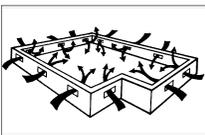

Figura 1
- Los sótanos bajos debe tener un mínimo de 18" (46 cm) desde el suelo a la parte inferior de las vigas. Es necesario cubrir el suelo con una película de polietileno negro de 6-20 mil que actuará como barrera de vapor, con las juntas espaciadas a seis pulgadas (15 cm) y pegadas con cinta adhesiva. El sótano bajo deberá tener una ventilación de perímetro igual al 1.5% de los pies cuadrados del sótano bajo, como mínimo. Estas aberturas de ventilación deberán estar debidamente ubicadas para promover la ventilación cruzada (Figura 1). De ser necesario, las normas locales prevalecerán.